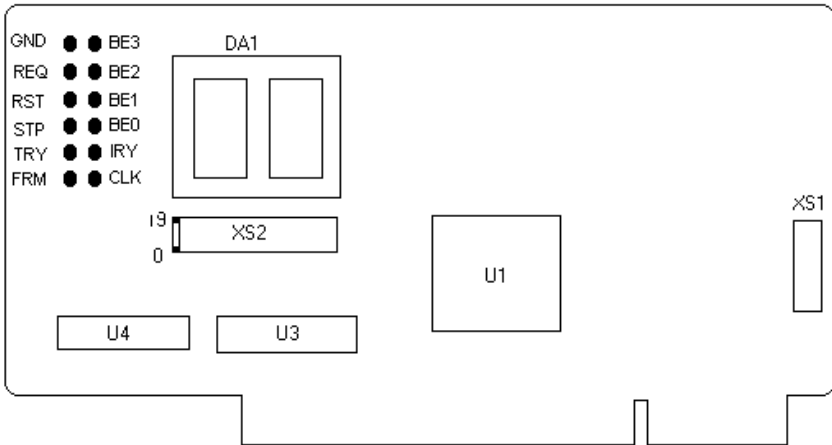
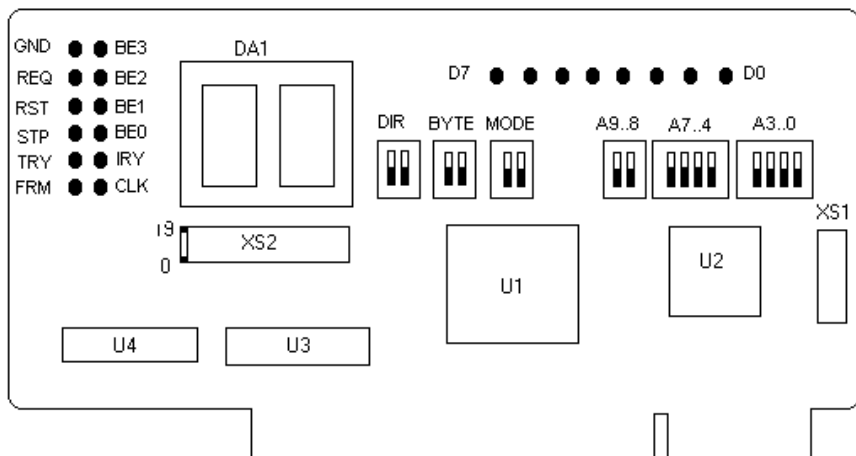

Рис.1.
Рис.3.
Расположение на плате *PCI TESTCARD Light* цифрового индикатора (**DA1**) и светодиодов, отображающих состояние системных сигналов, показано на Рис.1.
Требуемый адрес порта устанавливается с помощью DIP-переключателей **A9..8**, **A7..4**, **A3..0**, а направление передачи (запись в порт/чтение из порта), при котором осуществляется фиксация и отображение данных, устанавливается DIP-переключателем **DIR**. Этот же режим при необходимости может быть использован для фиксации и отображения на светодиодном индикаторе двоичных значений *POST-кодов*, в тех редких случаях, когда **POST-коды** записываются не в порт с адресом **80h**, а в порт с другим адресом (например, в порт с адресом **84h** для PC Compaq). Для этого необходимо просто установить переключателями **A9..8**, **A7..4**, **A3..0** требуемый адрес порта, переключателем **MODE** установить режим **PORT**, а переключателем **DIR** установить направление, соответствующее записи данных в выбранный порт. Расположение элементов на плате *PCI TESTCARD Master* показано на Рис.3.
3.1. Расположение основных элементов на *диагностических платах PCI TESTCARD* показано на Рис.1..Рис.3, назначение элементов индикации приведено в Табл.2, а назначение переключателей и соединителей приведено в Табл.3.